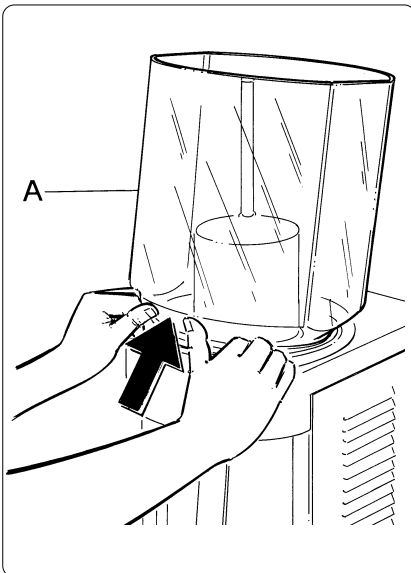

Abb. 3
- Die Schale (A) aus ihrem Sitz ausbauen, indem sie wie abgebildet nach oben geschoben wird (Abb. 3).